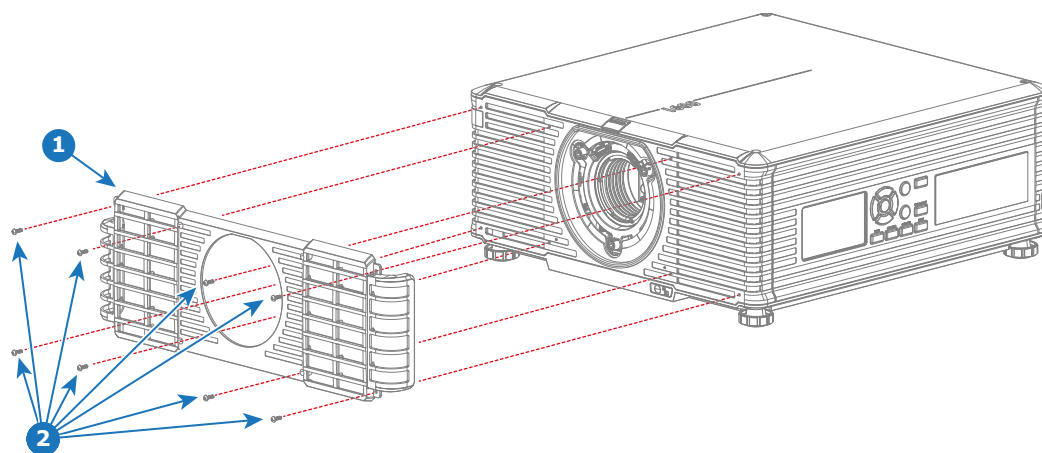

Abbildung 9–1
1. Lösen Sie die acht Schrauben (Referenz 2 Abbildung 9–1) an der Vorderseite der Staubfiltereinheit (Referenz 1).
4. Befestigen Sie die Staubfiltereinheit mit 8 Schrauben (Referenz 2 Abbildung 9–1). Verwenden Sie einen Torx-T10-Schraubendreher.